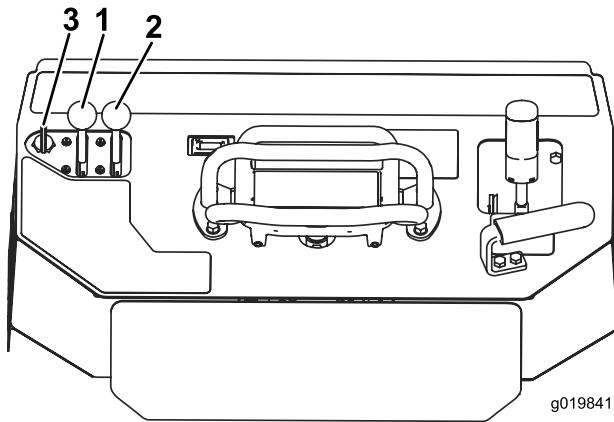

Figura 19
1. Mueva la palanca del acelerador a un punto intermedio entre las posiciones Lento y Rápido (Figura 19).
2. Mueva la palanca del estárter a la posición de Abierto (Figura 19).
3. Gire la llave a la posición de Conectado (Figura 19). Cuando el motor arranque, suelte la llave.
4. Mueva la palanca del estárter a la posición de Cerrado (Figura 19). Si el motor se cala o funciona de forma irregular, active el estárter otra vez hasta que el motor se caliente.
5. Mueva la palanca del acelerador a la posición deseada (Figura 19).
2. Mueva la palanca del acelerador a la posición de Lento (Figura 19).
3. Gire la llave a Desconectado (Figura 19).